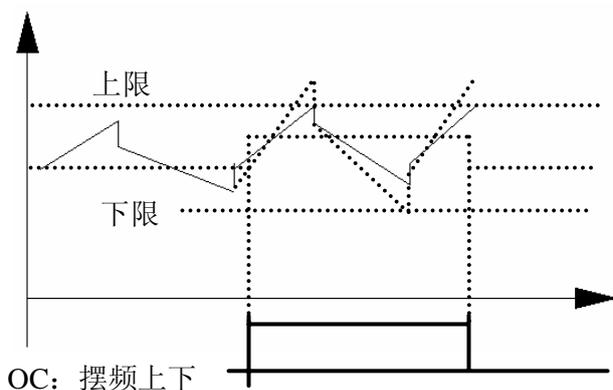

图 6-32 摆频幅度限制
- 7: 变频器欠压封锁停机中 (LU). 变频器运行过程中, 当直流母线电压低于限定水平时, LED 显示“P.O FF”, 输出指示信号。
- 16: 摆频上下限限制. 选择摆频功能后若以中心频率计算所得摆频的频率波动范围超过上限频率 F0. 10 或低于下限频率 F0. 11 时, 将输出指示信号, 如图 6-32 所示。